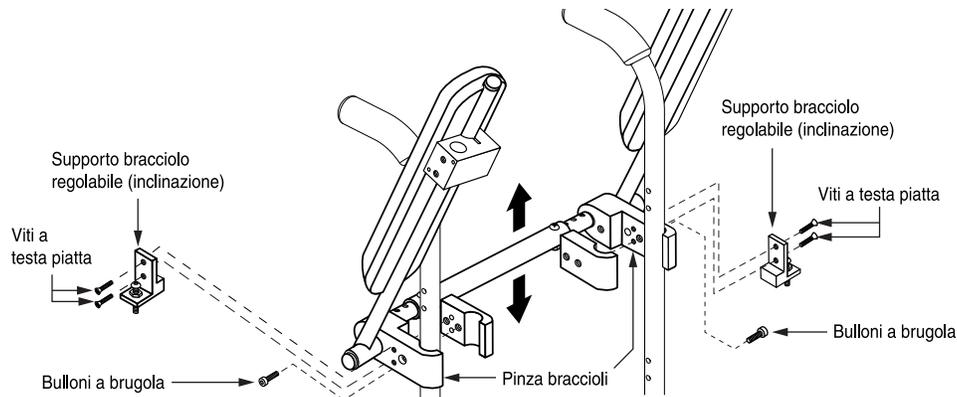

Figura 4. Regolazione altezza braccioli sollevabili
2. Allentare il dado di blocco sul supporto regolabile bracciolo con una chiave aperta da 13 mm. Si veda figura 4.
4. Estrarre le 2 (due) viti a testa piatta dal supporto regolabile del bracciolo con una chiave esagonale da 4 mm, dunque rimuovere tutto il supporto. Si veda figura 4.